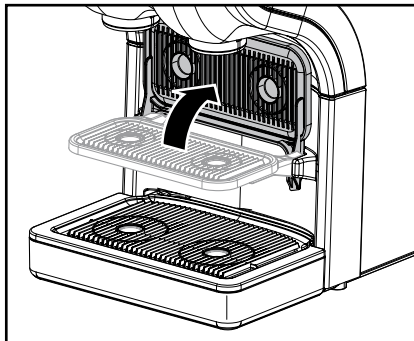

Fig. 11
- Ribaltare in su il portatazze, per liberare lo spazio per il bicchio. (Fig. 11)